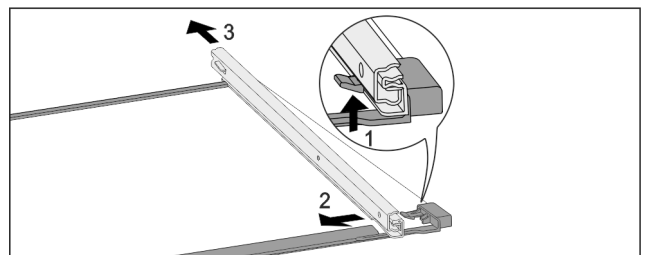

Fig. 142 Ripiano in vetro con guide
- ▶ Premere il gancio di fermo anteriore verso l'alto. Fig. 142 (1)
- ▶ Far scorrere la guida estraibile di lato Fig. 142 (2) e verso il lato posteriore Fig. 142 (3).